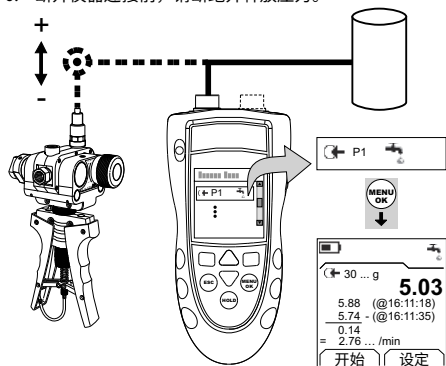

图 3：配置示例 — 泄漏测试
1. 连接仪表 (图 3), 如果有必要, 调整 Set Up (设定) (表 1)。